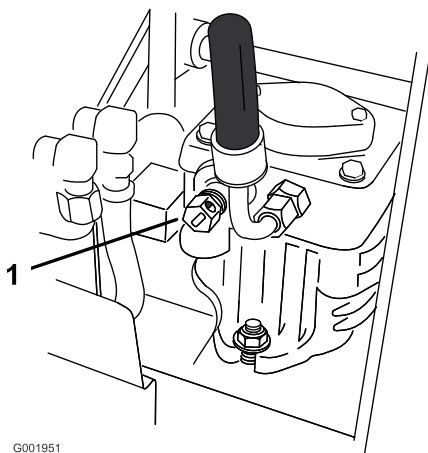

図 24
2. 両方のポンプについているバイパス・バルブを左に1~2回転させて開く。これでポンプ内部の油圧回路がバイパスされ、車輪が自由に回るようになる (図 24)。